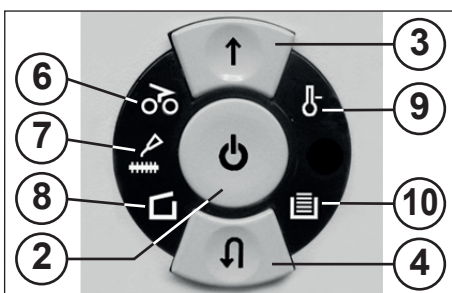

fig. 1
- 2 = Touche de fonction (fig. 1)
- 3 = Touche de marche avant (fig. 1)
- 4 = Touche de marche arrière (fig. 1)
- 6 = Voyant de contrôle (fig. 1)
7 = Voyant de contrôle (fig. 1)
8 = Voyant de contrôle (fig. 1)
9 = Voyant de contrôle (fig. 1)
10 = Voyant de contrôle (fig. 1)